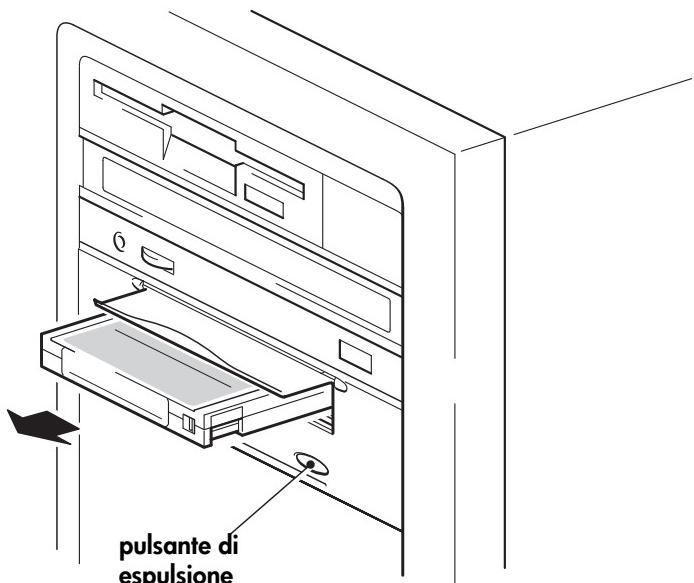

Figura 10b: rimozione di una cartuccia
- 1 Premere il pulsante di espulsione sul pannello anteriore (vedere la figura 10b).